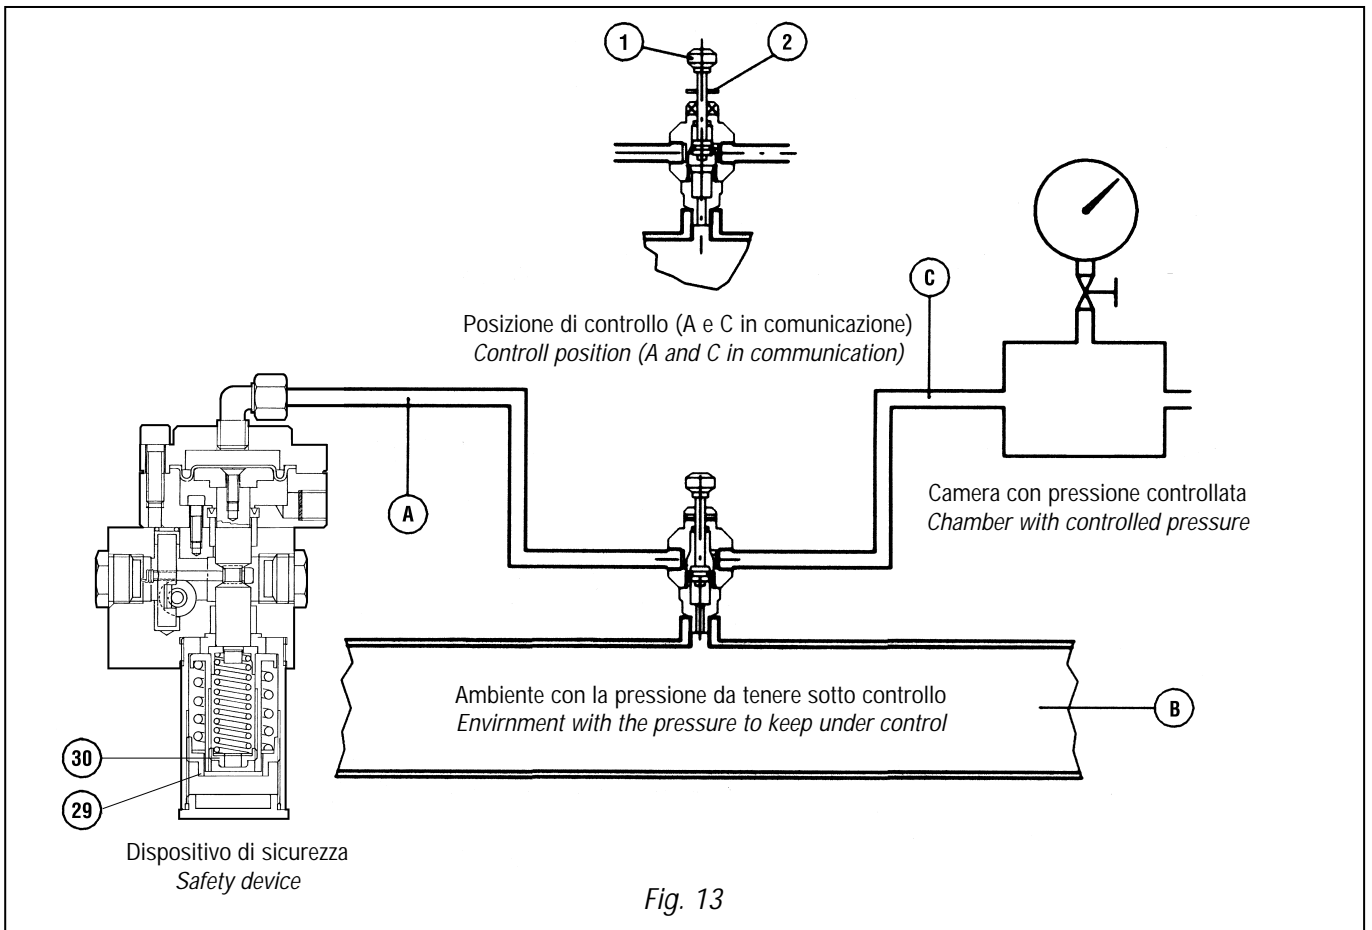

Fig. 13
- A) Per dispositivi di blocco collegati alla tubazione di valle tramite la valvola deviatrice a tre vie "push" 11 procedere nel modo che segue (Fig. 13):
- A) For slam-shuts connected to the downstream piping by a three-way deviator push valve 11, proceed as follows (Fig. 13):
A) Per i dispositivi di blocco collegati alla tubazione di valle tramite la valvola deviatrice a tre vie "push" 11 procedere nel modo che segue (fig. 13):
A) For slam-shuts connected to the downstream piping by a three-way deviator push valve 11, proceed as follows (fig. 13):